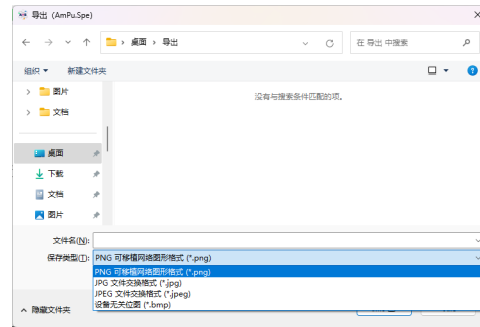

图 15 保存导出图片的路径窗口
- ② 图片——会弹出如下图 15 所示的保存导出图片的路径窗口，可选择保存的图片格式、名称和路径；